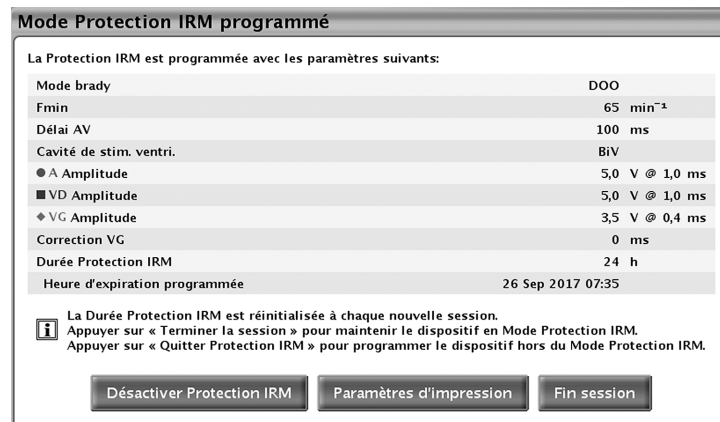

Figure 2-9. Boîte de dialogue Mode Protection IRM programmé
- b. Sélectionner le bouton Sortir du mode Protection IRM sur l'écran Mode Protection IRM programmé (Figure 2-9 Boîte de dialogue Mode Protection IRM programmé en page 2-11).